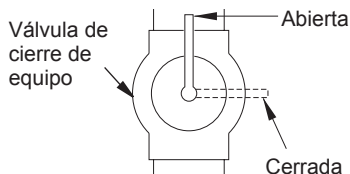

Figura 14. Válvula de cierre del equipo
1. Cierre la válvula de cierre del equipo (consulte la figura 14).
1. Abra la válvula de cierre del equipo (consulte la figura 14).